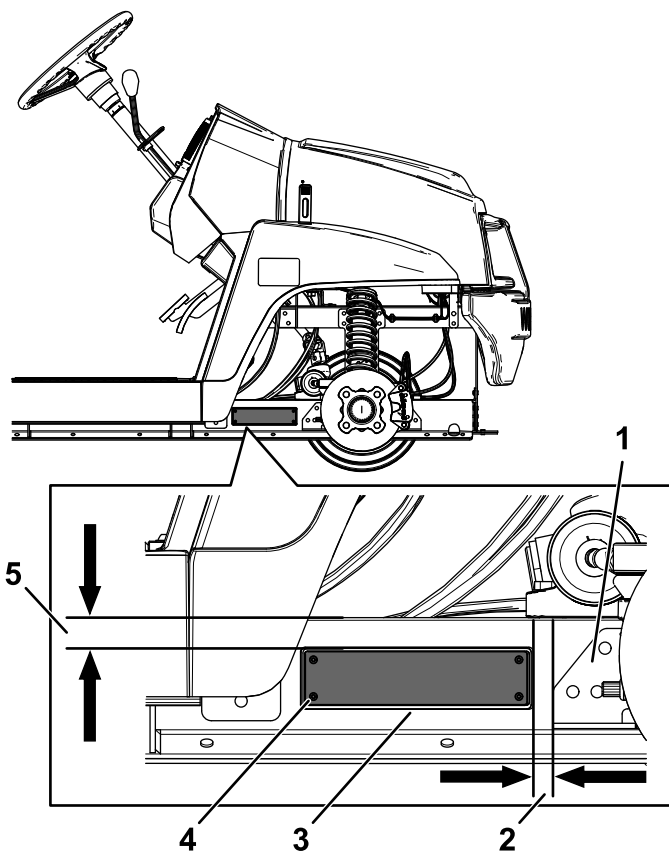

Рисунок 4
1. Установите табличку с заводским номером с помощью 4 закладных заклепок (3 x 10 мм) в месте, показанном на Рисунок 4.